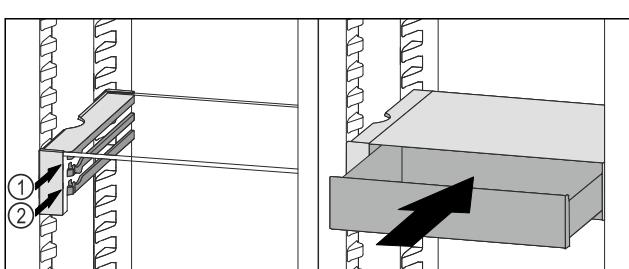

Fig. 94
- Așezați sertarul VarioSafe în spatele opritoarelor pe nervura dorită Fig. 94 (1) sau Fig. 94 (2).